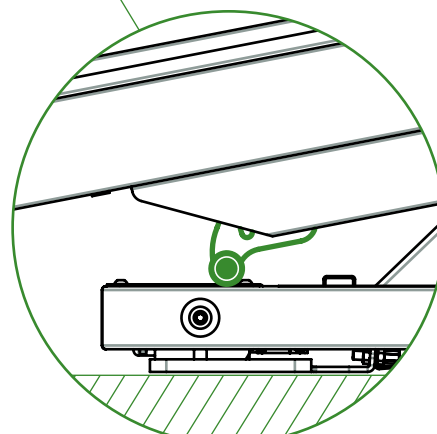

FIGURA 4
- Localice los soportes de regulación que se encuentran en la parte interior central de la plataforma, a ambos lados, y que tienen el rodillo que actúa de tope al inclinar por completo la plataforma (ver figura 4)